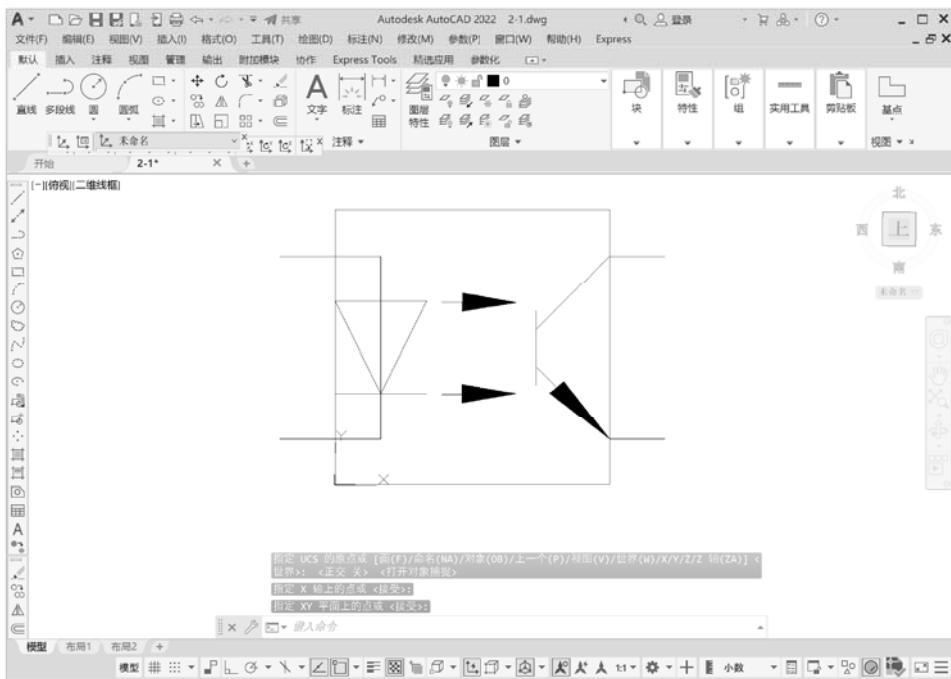

图 2-25 创建 UCS
- 02 单击 UCS 工具栏中的 UCS 按钮，在绘图区中放置坐标系，如图 2-25 所示。